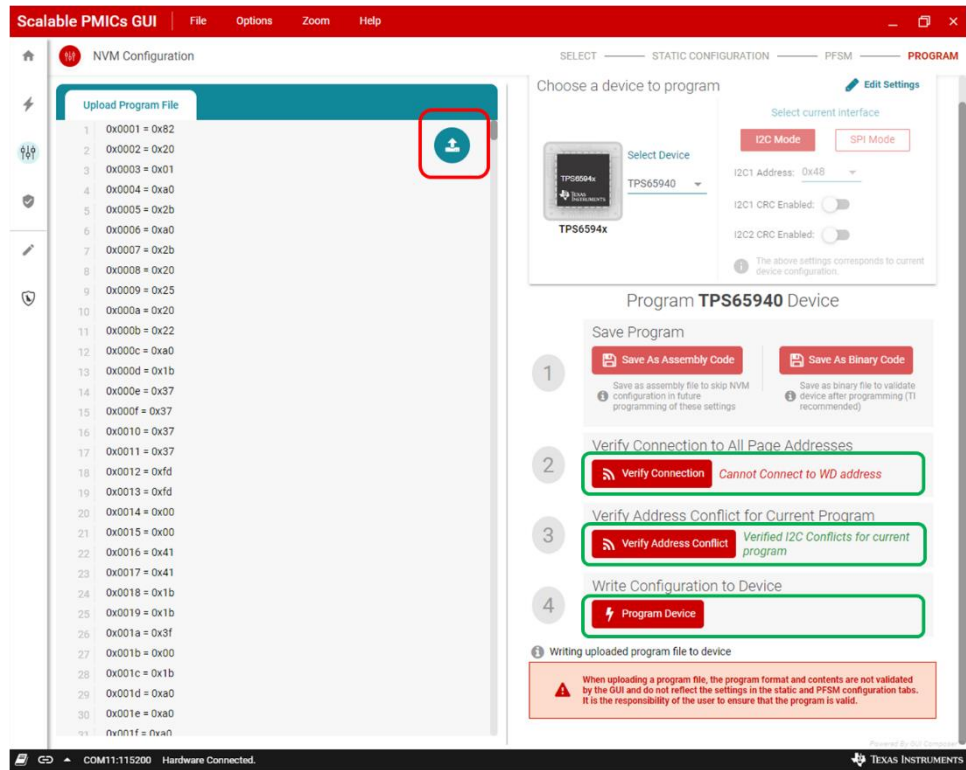

Figure 16. Program NVM 界面 2
3. 载入 NVM 文件后的界面如图 16 所示，如果需要更换固件可以点击红框所示的图标重选 NVM 文件。最后从上自下点击绿色框的按钮，查看连接状态并开始烧录。若看到图示的那样红字显示 cannot connect to WD address 的提示也是正常的，原因参考硬件部分步骤 5 的说明。
4. 此后会依次跳出三个弹窗，如图 17 所示，前两个务必点击红色的按钮，第三个弹窗根据需求进行选择。至此 PMIC 中的 NVM 已经被更新成所需的固件。需要注意，在 program NVM 界面连续两次 NVM 更新操作（同一个芯片两次更新或换个芯片进行 NVM 更新）时，第二次会出现烧录失败的提示，此时只需要重选文件，点击图 16 中绿色框所示的图标，然后再次 program 一次即可，这是 scalable PMIC GUI 软件的已知 bug。